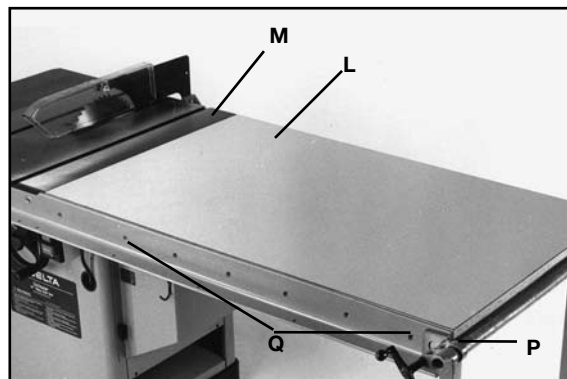

FIG. 12
9. Ubique el conjunto del banco (L) Fig. 12 en la posición indicada entre los dos rieles, como se muestra. Asegúrese de que el extremo del banco esté al mismo nivel que el banco de la sierra (M). Use una regla para asegurarse de que el banco (L) esté en el mismo plano y al mismo nivel que el banco de la sierra (M). Golpee ligeramente hacia arriba o hacia abajo y ajuste los tornillos de nivelación de las patas. Cuando esté seguro de que el banco (L) está al mismo nivel y en el mismo plano que el banco de la sierra (M), ajuste la abrazadera de barra (P) para fijar la posición de todos los elementos. Luego, haga orificios de 6,4 mm (1/4") en la parte frontal y trasera del banco de extensión, utilizando los orificios (Q) proporcionados en los rieles como plantilla. **NOTA:** La cantidad de orificios (Q) en los rieles frontales y traseros varía según el largo de los rieles que ha adquirido.